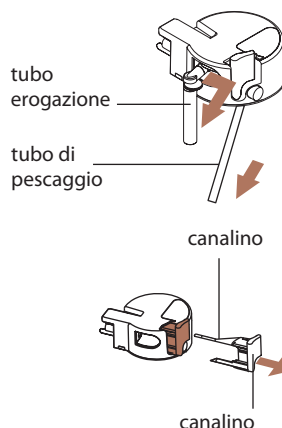
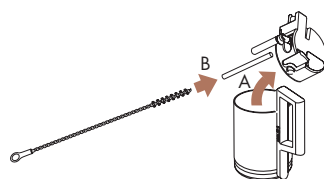

fig. 2
fig. 3
Pulire il contenitore latte dopo ogni preparazione a base di latte (cappuccino, latte schiumato ecc.), in quanto i residui grassi del latte, se non accuratamente eliminati, possono depositarsi all'interno del tubo di erogazione latte, nel tubo di pescaggio ed in alcuni modelli, nel canalino (fig. 2). Per questo motivo, in aggiunta alle normali operazioni di pulizia come riportate nel manuale istruzioni, **almeno una volta al mese**, Vi consigliamo un'accurata pulizia del tubo di pescaggio e dei componenti del contenitore latte, utilizzando lo **Scovolino (D)** in dotazione (fig. 3) ed il **Milk clean (C)** secondo le indicazioni riportate sulla confezione.